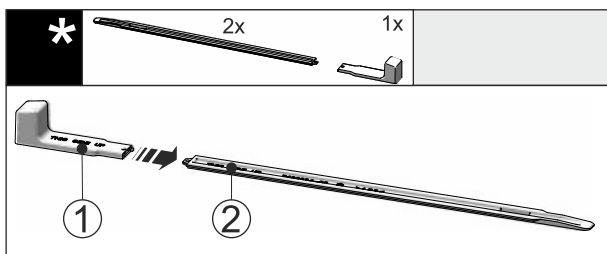

Fig. 49
- 将安装手柄 Fig. 49 (1) 插到水平导轨 Fig. 49 (2) 上。